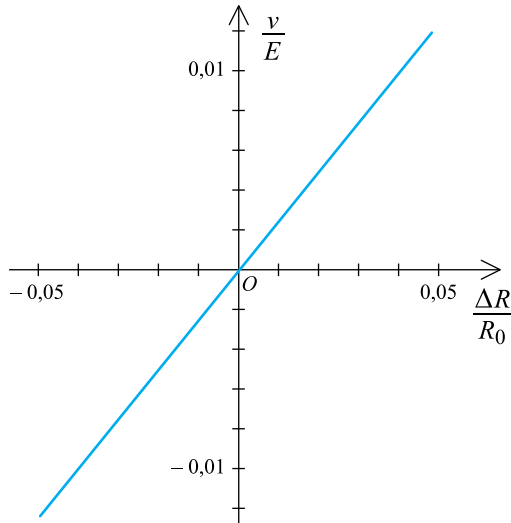

Figure 1.5 Zone limitée de la caractéristique précédente
2.c) La courbe représentant $\frac{v}{E}$ en fonction de $\frac{\Delta R}{R_0}$ est linéaire dans l'intervalle $[-0,05; 0,05]$ (Fig. 1.5).